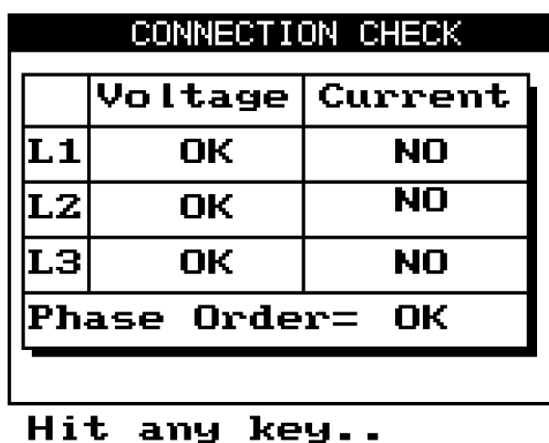

Рис. 4.8
- Нажмите «Enter». На дисплее появится экран проверки подключения (рис. 4.8):